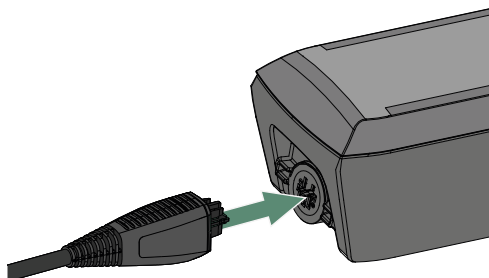
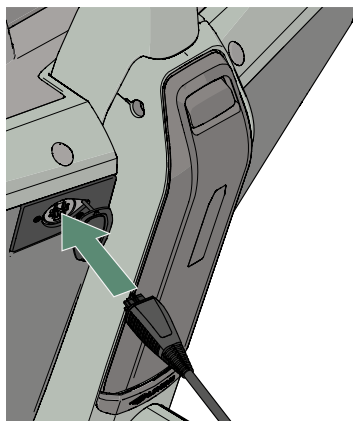

Figure 14 - Branchement du connecteur de charge sur la batterie.
Figure 15 - Branchement du connecteur de charge au port de charge
4. Branchez la fiche de recharge du chargeur dans la batterie 32 (figure 14) ou dans le port de recharge (figure 15).